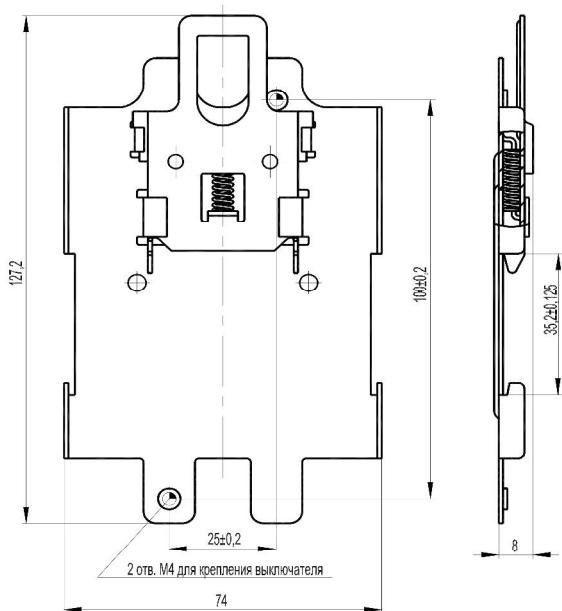

Рисунок 4 – Адаптер для крепления выключателя BA57-31 на DIN рейку (35 мм)
2.3.2.10 Форма контактного элемента За ГОСТ 30011.5.1 рисунок 4д (контактный элемент двойного разрыва с четырьмя выводами на два направления. Замыкающий и размыкающий контакты имеют одну и ту же полярность – электрически не разделены).
- закрепить выключатель с адаптером на DIN рейку и подключить проводники главной цепи и выводы дополнительных сборочных единиц в соответствии со схемой (рисунок 4).